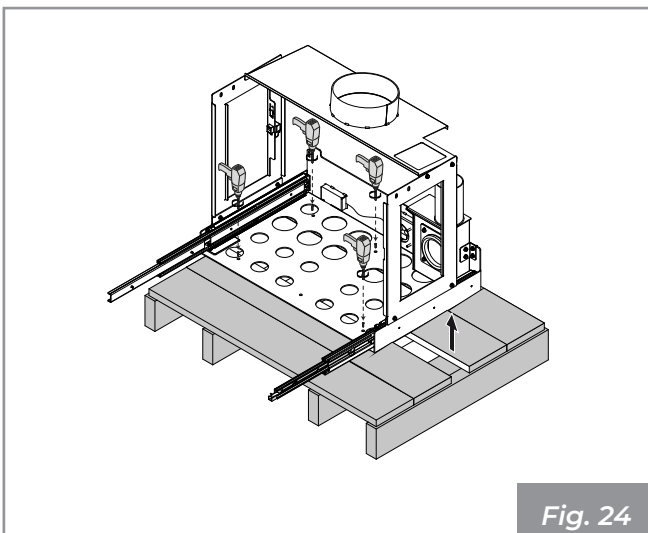

Fig. 24
- Retirer de la base les vis de fixation de la palette et retirer la palette (**Fig. 24**).